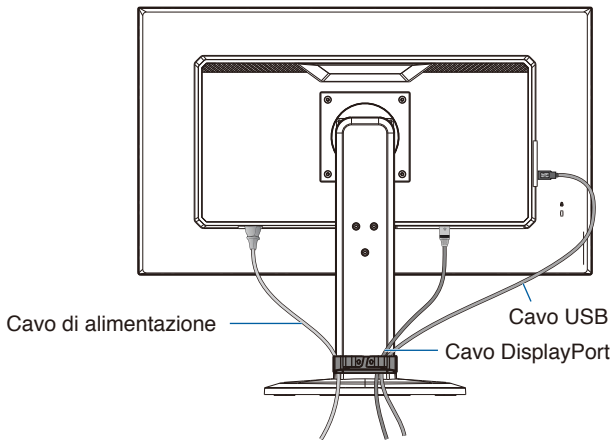
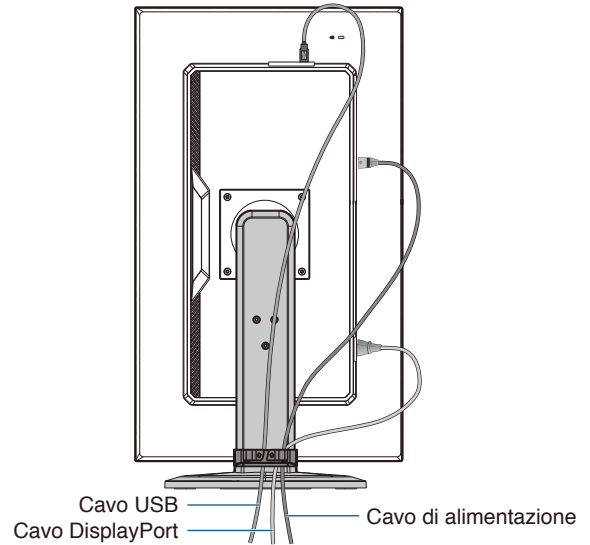

Figura 5
Figura 6
5. Controllare che sia possibile alzare e abbassare lo schermo del monitor dopo aver installato i cavi (**Figura 5 e Figura 6**).